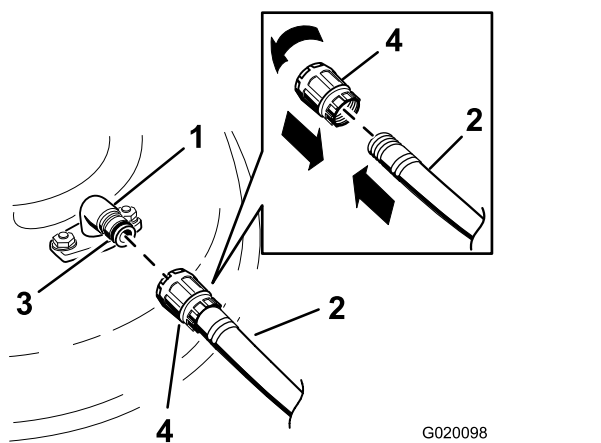

Figura 79
3. Atașați cuplajul furtunului la capătul fittingului de spălare a mâinii de tuns iarba și porniți apa cu presiune maximă (Figura 79).